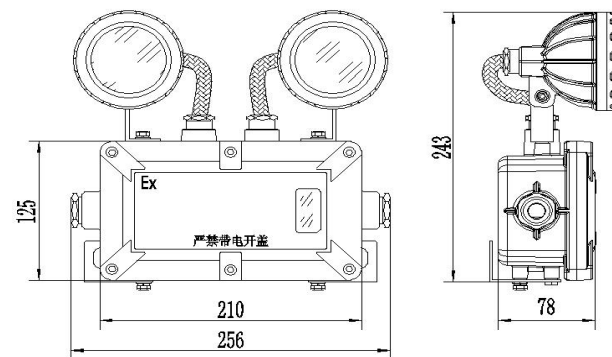

图 1 外形尺寸图（正、侧）
5.1 外形尺寸：256*243*78 (H*W*D) mm，见下图 1。